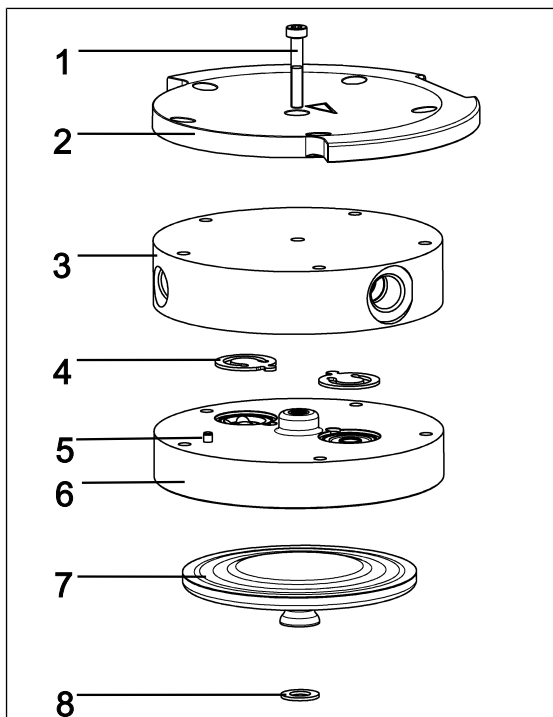

Afb.8: Afschermingskap demonteren
1. Zet de greep (1)/Afb. 8 in een verticale positie.
2. Draai de schroeven (2)/Afb. 8 van de afschermingskap (3)/Afb. 8) los.
3. Verwijder de afschermingskap (3)/Afb. 8).
4. Draai de kopschroeven aan de buitenzijde (4)/Afb. 8) los.
1. Markeer de drukplaat (2), het kopdeksel (3), de tussenplaat (6) met een doorlopende potloodstreep. Daardoor wordt verhinderd dat de onderdelen later verkeerd gemontereerd worden.
2. Draai de schroeven aan de buitenzijde (4/Afb. 8) van de pompkoppen los.
1. Breng de membranen (7) in de middenpositie.
2. Druk de rand van de membraan (7) rondom aan. Druk de membraan (7) slechts aan één pompkop aan.
3. Plaats de tussenplaat (6) met ventielplaten/pakkingen (4) volgens de potloodmarkering op de pompbehuizing.
4. Plaats het kopdeksel (3) volgens passtift 5 op de tussenplaat (6).
5. Plaats de drukplaat (2) volgens de potloodmarkering op het kopdeksel.
7. Draai de schroef (1) in het midden van de drukplaat vast (aanhaalmoment: 1 Nm).
9. Plaats de pompkoppen (bestaand uit kopdeksel (3), tussenplaat (6) met ventielplaten/pakkingen (4) en drukplaat (2)) samen met de koppelingsbuis volgens de potloodmarkering op de pompbehuizing.
10. Monteer de afschermingskap (3/Afb. 8).
11. Haal de schroeven (2/Afb. 8) van de afschermingskap (3/Afb. 8) aan (aanhaalmoment: 2 Nm).